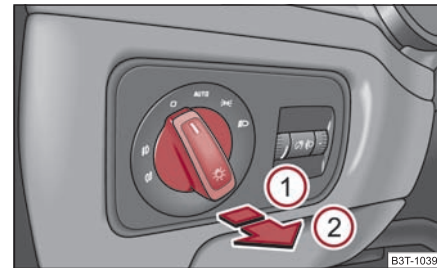

Abb. 57 Schalttafel: Lichtschalter
- Drehen Sie zunächst den Lichtschalter in die Position  oder  ⇒ Abb. 57.
- Drehen Sie zunächst den Lichtschalter in die Position  oder  ⇒ Seite 65, Abb. 57.